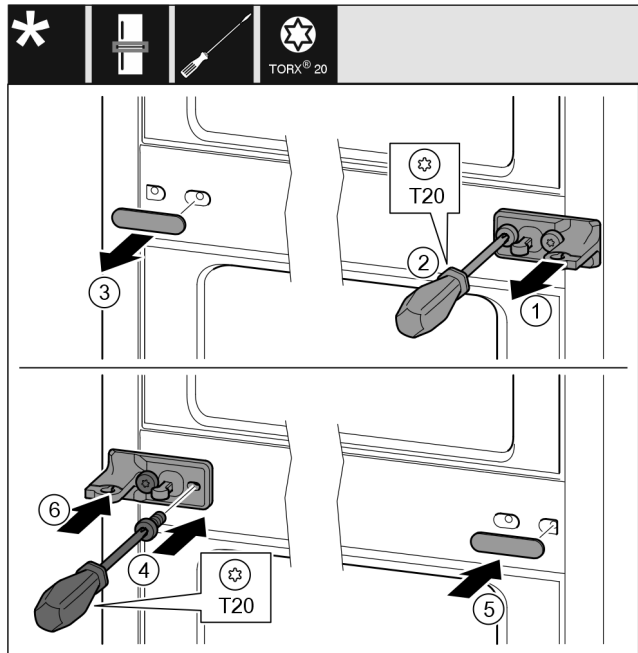

Fig. 35
- ▶ Scheibe Fig. 35 (1) abziehen.
- ▶ Schrauben Fig. 35 (2) mit Schraubendreher herausdrehen.
- ▶ Abdeckung Fig. 35 (3) vorsichtig abziehen.
- ▶ Lagerbock mit Folie Fig. 35 (4) um 180° gedreht auf der anderen Seite fest anschrauben.
- ▶ Abdeckung Fig. 35 (5) um 180° gedreht auf der anderen Seite anbringen.
- ▶ Scheibe Fig. 35 (6) von vorn aufschieben.